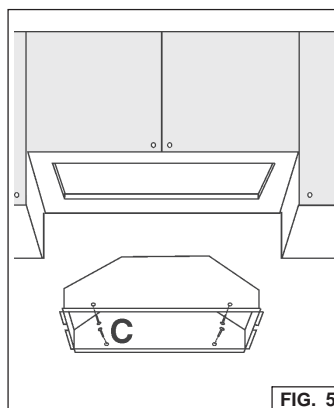
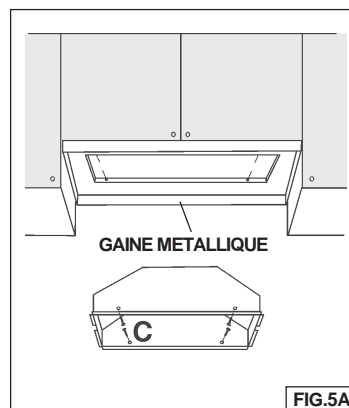

FIG. 5
FIG. 5A
4. **REMARQUE :** Pour les installations où le module de puissance se trouve à moins de 30" au-dessus du plan de cuisson, il est recommandé de glisser ce dernier dans une enveloppe métallique ou dans un corps incombustible. Cette précaution facilitera le nettoyage et fournira une protection au meuble (Fig. 5A).
6. Placer la hotte dans le meuble (Fig. 5) ou dans la gaine en métal (Fig. 5A) et la fixer à l'aide (4) des vis "C" de montage pour tôle.
(Fig. 5 – installation arrière en bois – épaisseur recommandée 1/2"-3/4").